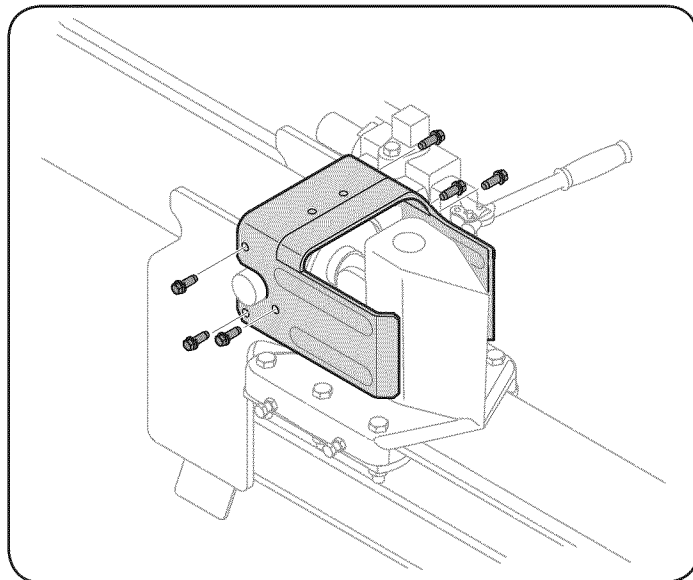

Figura 6
15. Levante y deslice el cilindro hacia arriba hasta el tope de la vigueta y dentro de los soportes soldados. Vea la Figura 6.